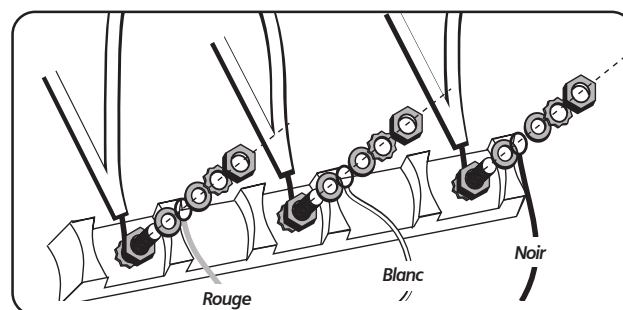

Figure 10
6. Attacher le fil rouge, rondelle ronde, rondelle étoile et écrou DANS CET ORDRE sur la tige gauche (voir figure 10).
7. Attacher le fil blanc, rondelle ronde, rondelle étoile et écrou DANS CET ORDRE sur la tige centrale (voir figure 10).
8. Attacher le fil noir, rondelle ronde, rondelle étoile et écrou DANS CET ORDRE sur la tige droite (voir figure 10).